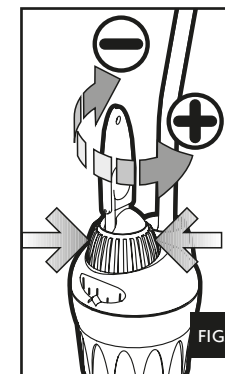

FIG. 6
- Tenir le bouton de réglage principal (bleu) avec une main pour éviter à l'échelle de se déplacer de celle-là déjà fixée sur le point de repère et tourner le bouton de post-calibrage (orange) vers + si la valeur de la température que vous avez mesurée est plus basse de celle-là indiquée en correspondance du point de repère, ou vers - en cas la température mesurée est supérieure à celle indiquée par le point de repère (fig. 6). Le bouton de post-étalonnage peut être réglé sur 6 diverses positions, 3 vers le + et 3 vers le -. Chaque position correspond à peu près à 1°C. Si on a réglé le chauffe-eau sur une température de 24° et on mesure 22°C, il suffit de tourner le bouton de post-étalonnage 2 positions vers +.
- d. houd de blauwe draai-regelaar vast op de ingestelde waarde en draai de oranje draaiknop ten op + of - afhankelijk van het gemeten temperatuur (afb. 6). In elk richting (+ en -) kan maximaal tot 3 graden worden afge. 6). In elk richting (+ en -) kan maximaal tot 3 graden worden aangepast. Dat kan in drie stappen van elk 1 graad Celsius. Er is een voelbare click bij het bereiken van elk stap. Is het thermostaat bij voorbeeld ingesteld op 24 graden en er worden maar 22 graden gemeten houd u de blauwe regelaar op 24 graden vast, terwijl u de oranje draaiknop om 2 posities tegen u draait. Een ijken kan alleen binnen een band van zes graden gebeuren, 3°C naar + en 3°C naar -. PROBEER ER NOOIT VERDER DAN DREI STAPPEN IN EEN RICHTING TE DRAAIEN!
- d. Mantenga el botón de regulación principal (azul) con una mano para evitar que a la escala que se desplace de la ya fijada en el punto que marca y gire el botón de post calibración (naranja) hacia + si el valor de la temperatura que ha medido es más baja que la que se indica en el punto de referencia, o hacia - en el caso en que la temperatura obtenida sea superior a la indicada en el punto de referencia (fig. 6). El botón post-calibración se puede regular sobre 6 posiciones diferentes, 3 hacia el + y 3 hacia el -. Cada posición corresponde más o menos a 1°C. Si el termocalentador se ha regulado sobre una temperatura de 24° y se ha obtenido una temperatura de 22°C, basta con girar el botón de post-calibración 2 posiciones hacia +.